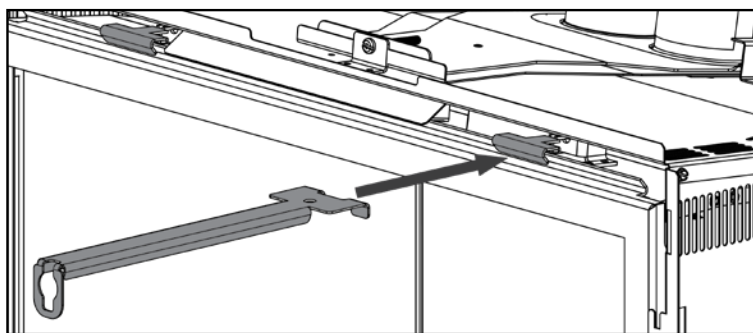

Fig. 3-3
2. Déverrouillez les loquets supérieurs gauche et droit situés dans le haut de la porte (**Fig. 3-3**). Penchez légèrement vers l'avant puis soulevez hors des fentes.